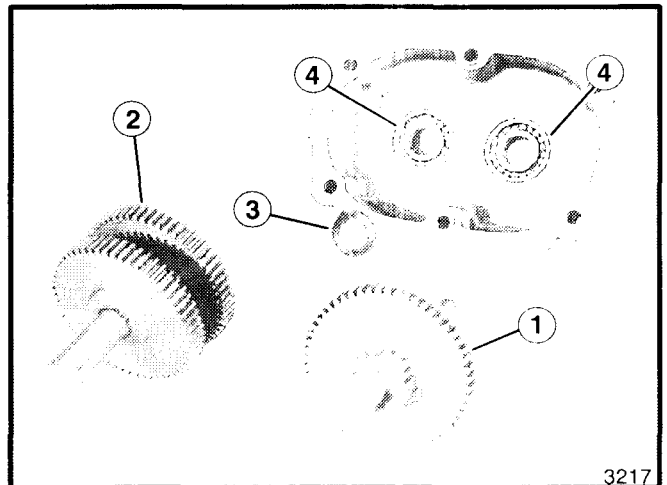

Figura 34. Transmisión Desarmada
6. Quite los engranajes, ejes y espaciador. También quite las chumaceras y los sellos para grasa (vea la figura 34).